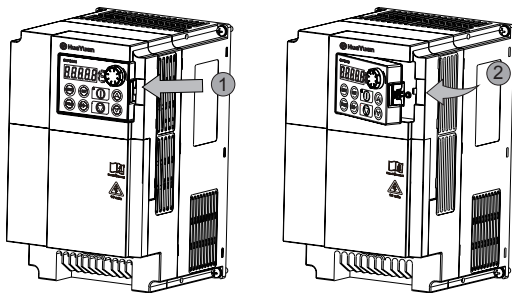

图 2-5 键盘的拆卸
⑤ 键盘的拆卸和安装
- A. 拆卸键盘，如下图 2-5：先由方向 1 按压键盘弹性卡扣，然后方向 2 抬起键盘。